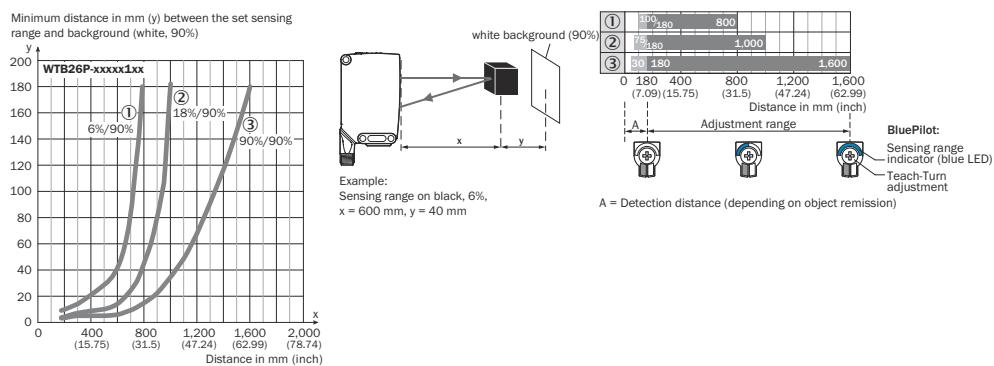

図 88: 特性曲線 1、WTB26P-xxxxx1xx、赤色光
背景抑制用の最小間隔 (=  $y$ ) は、図 [図 88 ①] に基づいて以下の通り求めることができます: